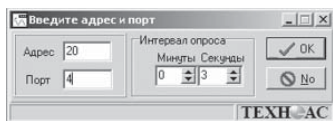

рис.25
- Программа выведет диалоговое окно (рис.25), в котором следует указать адрес прибора, COM-порт и интервал опроса. Минимальный интервал равен 3 с на каждый прибор (в случае сетевого подключения) максимальный - 60 мин. Нажать на кнопку ОК.